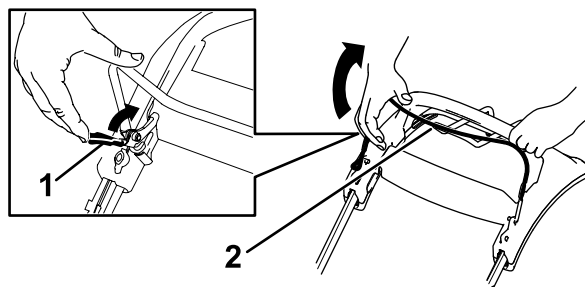

Bild 20
1. Ziehen Sie die Schaltbügelsperre zum Schaltbügel (Bild 20).
2. Ziehen Sie den Schaltbügel **langsam** zum Holm (Bild 20).